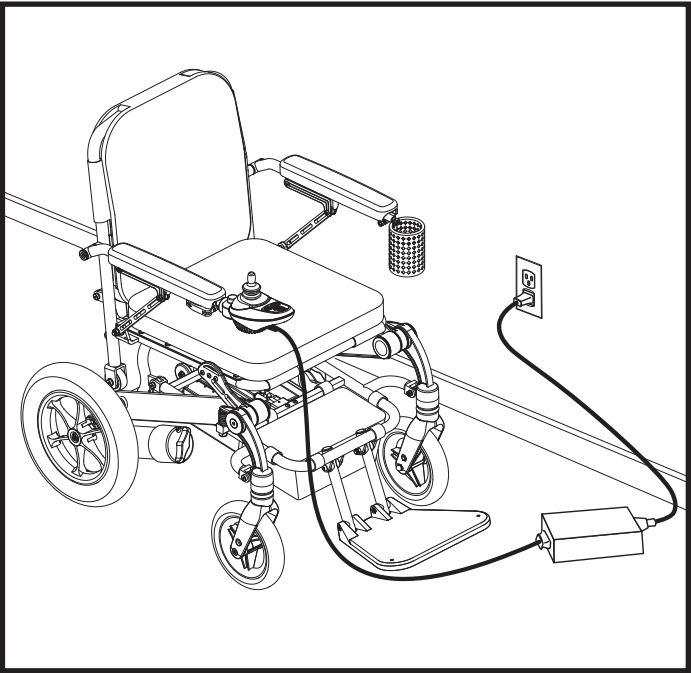

Abb. 13. Aufladen der Batterien mit dem externen Ladegerät
- 3. Stöpseln Sie das externe Ladegerät in die externes Ladegerät/Programmierungsteckdose an der Steuerung. **Siehe Abb. 13.**